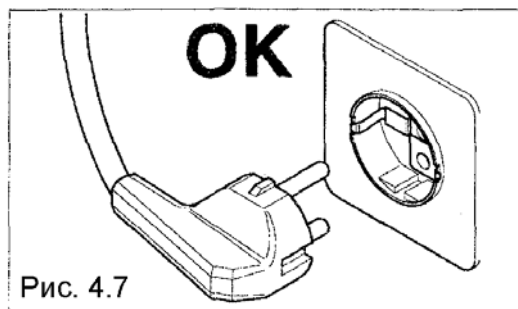

Рис. 4.7
- Автомат оснащен сетевым шнуром H05VV-F 3×1,5 мм² с вилкой SCHUKO (рис. 4.7).